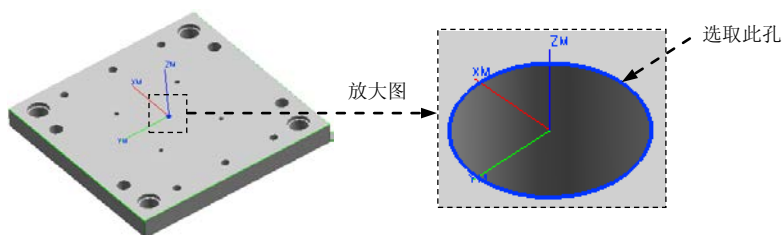

图 6.7.20 指定钻孔点
(1) 单击“沉头孔加工”对话框 **指定孔** 右侧的  按钮, 系统弹出“点到点几何体”对话框, 单击 **选择** 按钮, 系统弹出“点位选择”对话框。
(2) 在图形取中选取图 6.7.20 所示的孔, 单击“点位选择”对话框中 **确定** 按钮, 完成后单击“点到点几何体”对话框中的 **确定** 按钮, 返回“沉头孔加工”对话框。